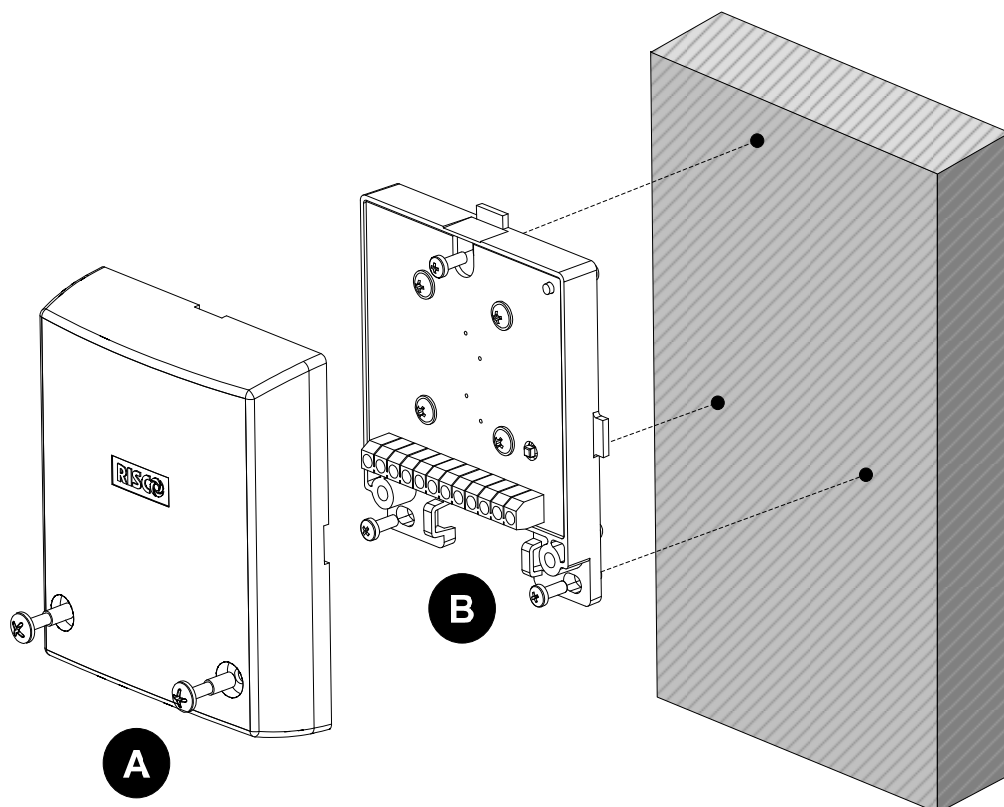

Figura 1: Montar el detector directamente en la superficie metálica
2. Retire los tornillos de fijación para separar la tapa de la base, ver Figura 1(A) / 2(B).
Montar directamente sobre superficie metálica (Figura. 1)
8. Coloque la tapa y apriete sus tornillos; Ver Figura 1(A) / 2(B).